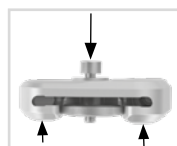

Fig. 5
- 2 Posicione la arandela en la cubierta y atornille el tornillo de presión en la rosca del primer tornillo (T1). El tornillo de presión no debe estar completamente atornillado (fig. 5).
- 3 Separe la parte superior de la articulación y la cubierta ejerciendo fuerza sobre ellos tal como muestran las flechas en la fig. 5. Esto se puede lograr utilizando un tornillo de banco o mediante golpes controlados, p. ej., con un martillo blando.